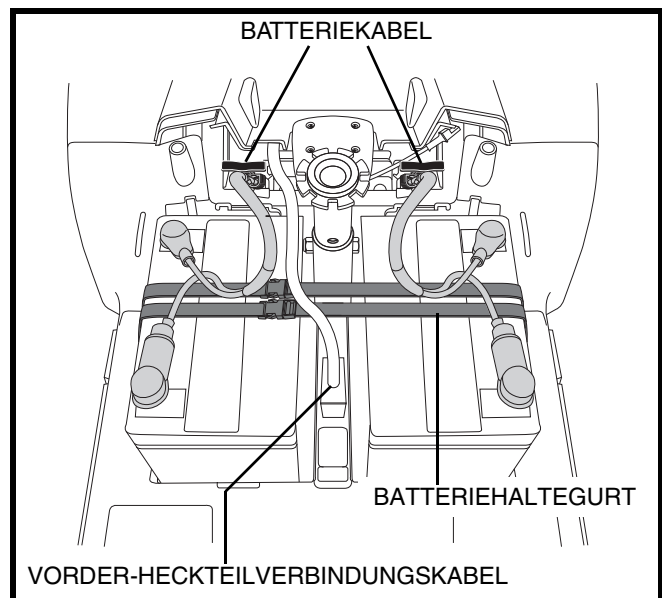

Abb. 21. Kabelverbindungen
5. Entfernen Sie beide Batteriegurte und ziehen Sie diese einzeln nach oben. **Siehe Abb. 21.**
7. Beide Batteriegurte festmachen (siehe Abb. 21).